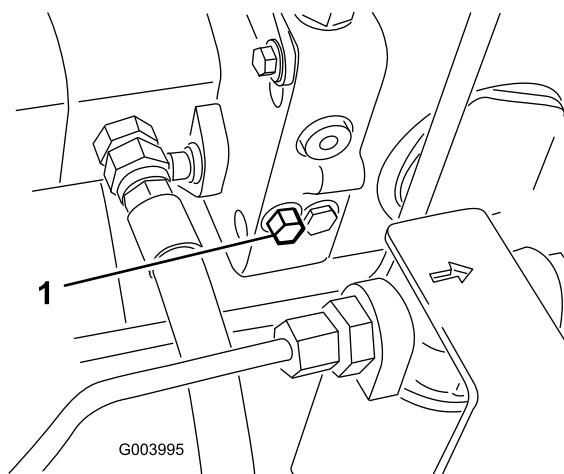

図 42
1. バイパスバルブはヒドロスタットの左側にある（図 42）。バイパスバルブを右または左1～1.5回転させると内部でバイパスが形成される。これにより、トランスミッションを破損することなく、機械を押して低速で移動できるようになる。